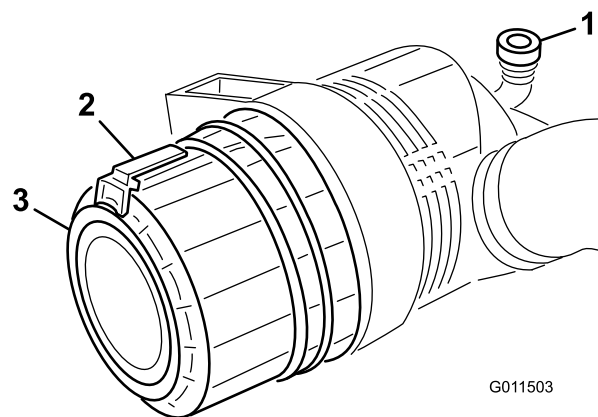

Рисунок 47
1. Оттяните защелку наружу и поверните крышку воздухоочистителя против часовой стрелки (Рисунок 47).
7. Установите крышку резиновым выпускным клапаном (**Рисунок 47**) вниз - примерно между 5:00 и 7:00 часами, если смотреть с торца. Зафиксируйте защелку.